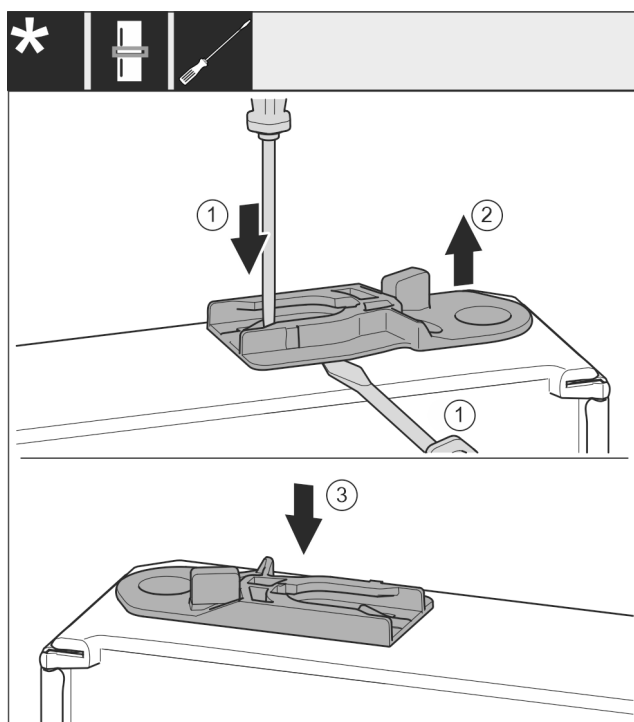

Fig. 38
- Extraer el casquillo de guía: Presionar la lengüeta con el destornillador para tornillos de cabeza ranurada y, simultáneamente, deslizar con el mismo destornillador por debajo del casquillo de guía. *Fig. 38 (1, 2)*
- Introducir el casquillo de guía incluido en el volumen de suministro en el otro lado de la carcasa. *Fig. 38 (3)*